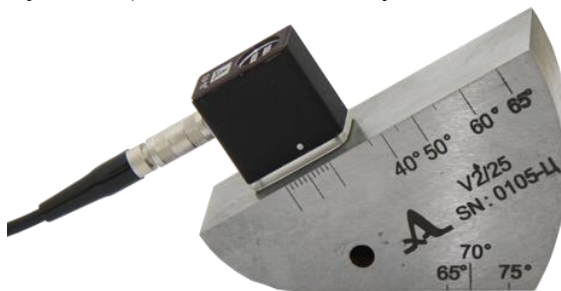

Рисунок 42
- для определения задержки в призме преобразователя просканировать радиусную часть (R50) образца V2/25 со стороны длинной грани (рисунок 42), получить временную огибающую сигналов (рисунок 43) и нажать клавишу .